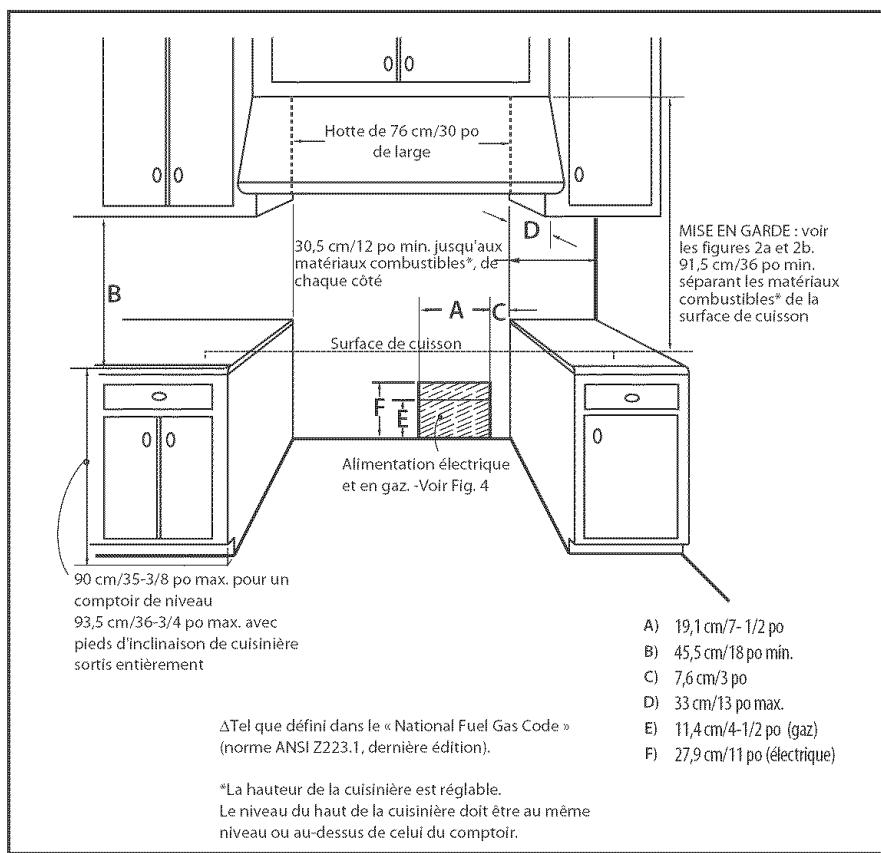

FIG. 3
Pour évacuer la fumée de la meilleure façon, le bord inférieur de la hotte doit être installé à un minimum de 76 cm/30 po et un maximum de 91 cm/36 po au-dessus de la surface de cuisson de la cuisinière (voir Fig. 3, p. 5). Si la hotte contient des matériaux combustibles (par ex. un revêtement en bois), elle doit être placée à au moins 91 cm/36 po au-dessus de la surface de cuisson.
1. La cuisinière est un appareil indépendant. Respectez les mesures de dégagement indiquées à la Fig. 3 si vous comptez la placer à côté d'armoires de cuisine. Les mêmes dégagements s'appliquent à une installation en îlot.
3. La source d'alimentation en gaz ou électrique doit se trouver dans les zones indiquées aux figures 3 et 4, p. 5.
Installez le dosseret après le branchement au gaz. Le dosseret doit être installé lorsque le dégagement entre les matériaux combustibles et l'arrière de la cuisinière (au-dessus de la surface de cuisson) est inférieur à 30,5 cm/12 po (voir Fig. 3, page 5).